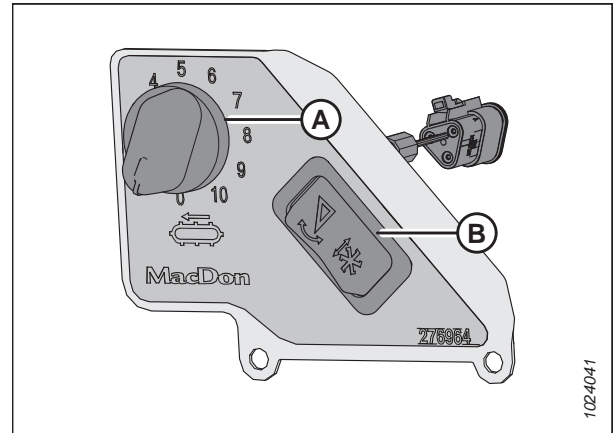

Figure 3.147: Commande de vitesse des tapis latéraux en cabine
Le commutateur (B) de la figure 3.147, page 145 permet à l'opérateur de basculer entre les commandes d'inclinaison de la plateforme et d'inclinaison avant-arrière du rabatteur. Pour obtenir des instructions sur les commandes, consultez Réglage de l'angle de la plateforme à partir de la moissonneuse-batteuse, page 141.